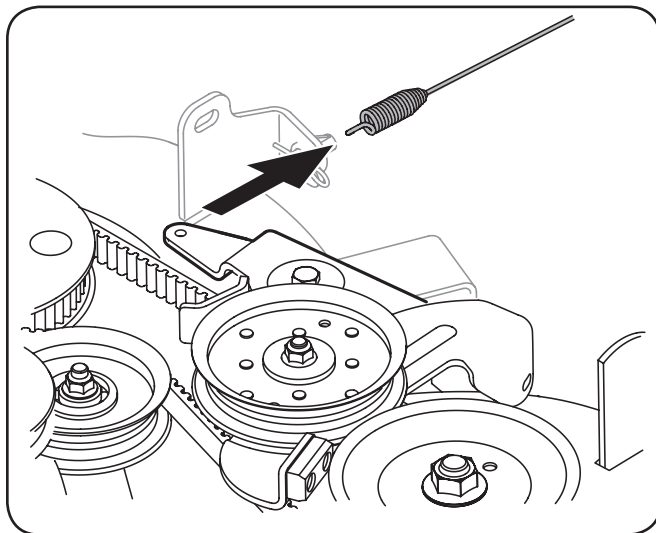

Figura 7-4
13. Desenganche el cable resorte de la transmisión del montaje del brazo secundario libre. Vea Figura 7-4.